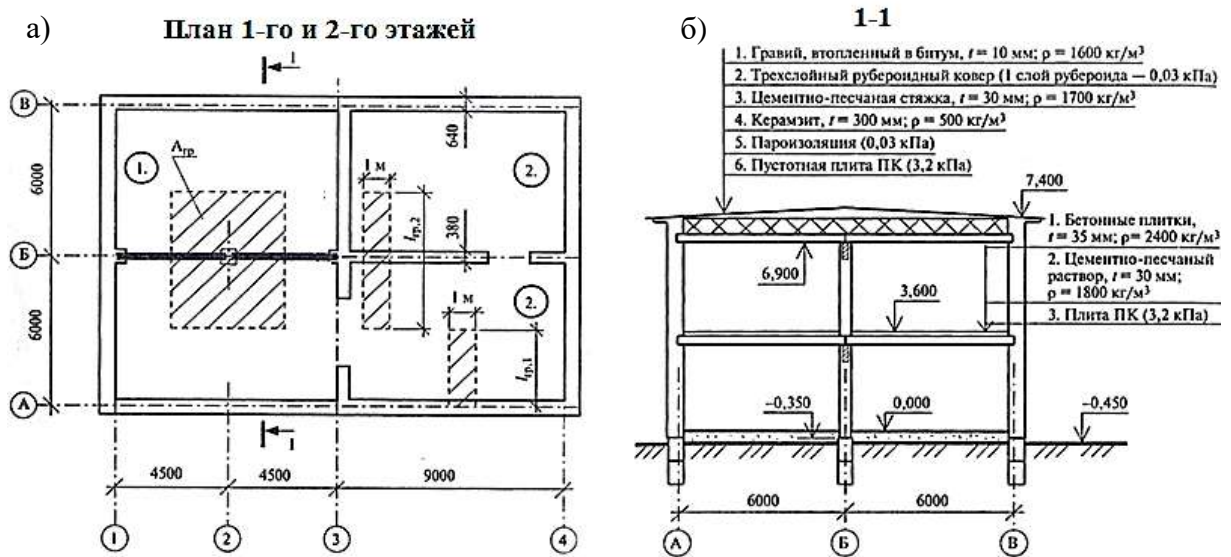

Рис. 5. К задаче 5:
**Задача 6.** Составить расчетную схему кирпичной колонны сечением  $380 \times 380$  мм, расположенной в осях Б-2 (рис.5, а) и произвести сбор нормативных и расчетных нагрузок. Здание двухэтажное (рис.5, б); первый и второй этажи идентичны по составам по-